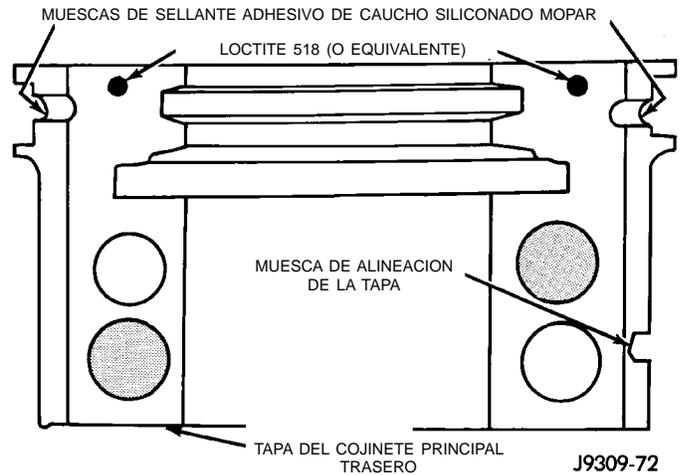
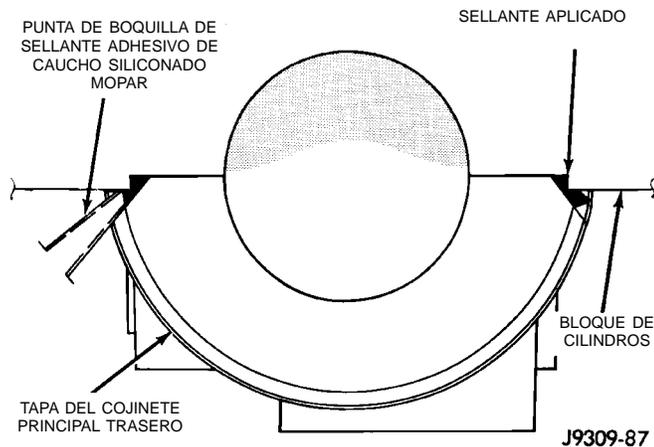

Fig. 45 Aplicación de sellante a la tapa del cojinete
Fig. 46 Aplicación de sellante en la unión de la tapa del cojinete y el bloque
- (1) Limpie las superficie de contacto de la tapa trasera del bloque de cilindros. Asegúrese de que la acanaladura de la junta no tenga suciedad.
- (2) Lubrique ligeramente los bordes de la junta superior nueva con aceite de motor.
- (3) Instale la nueva junta de aceite de cojinete trasero superior con la pintura blanca orientada hacia la parte trasera del motor.
- (4) Coloque el cigüeñal en el bloque de cilindros.
- (5) Lubrique ligeramente los bordes de la junta inferior nueva con aceite de motor.
- (6) Instale la nueva junta de aceite de cojinete trasero inferior en la tapa del cojinete con la pintura blanca orientada hacia la parte trasera del motor.
- (7) Aplique una gota de 5 mm (0,20 pulg.) de Loctite 518, o su equivalente, a cada lado de la tapa del cojinete principal trasero (Fig. 45). NO aplique sellante en exceso y no permita que éste toque la junta de goma. Ensamble la tapa del cojinete en el bloque de cilindros, inmediatamente después de aplicar el sellante.
- (8) Para alinear la tapa del cojinete, utilice la muesca de la tapa, el perno de alineación y los pernos de la tapa. No retire el material en exceso después del ensamblaje. No golpee la tapa trasera más de 2 veces para lograr un acoplamiento correcto.
- (9) Limpie y lubrique todos los pernos de la tapa. Instale todas las tapas del cojinete principal. Instale todos los pernos de la tapa y apriételos de forma alterna con una torsión de 115 N·m (85 lbs. pie).
- (10) Instale la bomba de aceite.
- (11) Aplique sellante adhesivo de caucho siliconado Mopar, o su equivalente, en la unión de la tapa del cojinete para sellar la tapa al bloque y al colector de aceite (Fig. 46). Aplique suficiente sellante hasta que sobresalga una pequeña cantidad. Retire la boquilla y limpie el exceso de sellante en la acanaladura de la junta del colector de aceite.
- (12) Instale una nueva junta de aceite delantera en el cigüeñal.
- (13) Inmediatamente después, instale el colector de aceite.
- (1) Antes de instalar la junta, limpie las superficies de contacto del bloque de cilindros. Compruebe si hay rebabas en el orificio de aceite en la superficie de contacto del bloque de cilindros a la tapa trasera.
- (2) Lubrique ligeramente los bordes de la junta superior nueva con aceite de motor. Para facilitar la instalación de la junta, afloje por lo menos 2 tapas del cojinete principal hacia la parte delantera de la tapa del cojinete principal.
- (3) Haga girar la junta superior nueva en el bloque de cilindros, vigilando de no rozar o cortar la superficie exterior de la junta. Para asegurar una instalación apropiada, utilice la herramienta de instalación incluida en el juego de piezas. Instale la junta nueva con la pintura blanca orientada hacia la parte inferior del motor.
- (4) Instale la junta de aceite inferior del cojinete trasero nueva en la tapa del cojinete con la pintura blanca orientada hacia la parte trasera del motor.
- (5) Aplique una gota de 5 mm (0,20 pulg.) de Loctite 518, o su equivalente, a cada lado de la tapa del cojinete principal trasero (Fig. 45). NO aplique sellante en exceso y no permita que éste toque la junta de goma. Ensamble la tapa del cojinete en el bloque de cilindros inmediatamente después de aplicar el sellante. Asegúrese de que la pintura esté orientada hacia la parte trasera del motor.
- (6) Para alinear la tapa del cojinete, utilice la muesca de la tapa, el perno de alineación y los pernos de la tapa. NO retire el exceso de material después del ensamblaje. NO golpee la tapa trasera más de 2 veces para lograr un acoplamiento correcto.
- (7) Instale la tapa del cojinete principal trasero con los pernos limpios y lubricados. Apriete de forma alterna TODOS los pernos de la tapa con una torsión de 115 N·m (85 lbs. pie).
- (8) Instale la bomba de aceite.
- (9) Aplique sellante adhesivo de caucho siliconado Mopar®, o equivalente, a la unión entre la tapa del cojinete y el bloque a fin de proporcionar sellado de la tapa al bloque y al colector de aceite (Fig. 46). Aplique suficiente sellante hasta que sobresalga una pequeña cantidad. Retire la boquilla y limpie el exceso de sellante en la acanaladura de la junta del colector de aceite.
- (10) Inmediatamente después, instale el colector de aceite.
- (1) Limpie las superficies de contacto de la tapa del cojinete principal trasero, incluida la acanaladura de la junta del colector de aceite.
- (2) Instale cuidadosamente una junta superior nueva (consulte el procedimiento anterior de Reemplazo de junta superior - cigüeñal instalado).
- (3) Lubrique ligeramente los bordes de la junta inferior nueva con aceite de motor.
- (4) Instale una junta inferior nueva en la tapa del cojinete con la pintura blanca orientada hacia la parte trasera del motor.
- (5) Aplique una gota de 5 mm (0,20 pulg.) de Loctite 518, o su equivalente, a cada lado de la tapa del cojinete principal trasero (Fig. 45). NO aplique sellante en exceso y no permita que éste toque la junta de caucho. Ensamble la tapa del cojinete en el bloque de cilindros inmediatamente después de aplicar el sellante.
- (7) Instale la tapa de cojinete principal trasero con los pernos limpios y lubricados. Apriete de forma alterna los pernos de la tapa con una torsión de 115 N·m (85 lbs. pie).
- (9) Aplique sellante adhesivo de caucho siliconado Mopar, o equivalente, a la unión de la tapa del cojinete y el bloque para el sellado de la tapa al bloque y